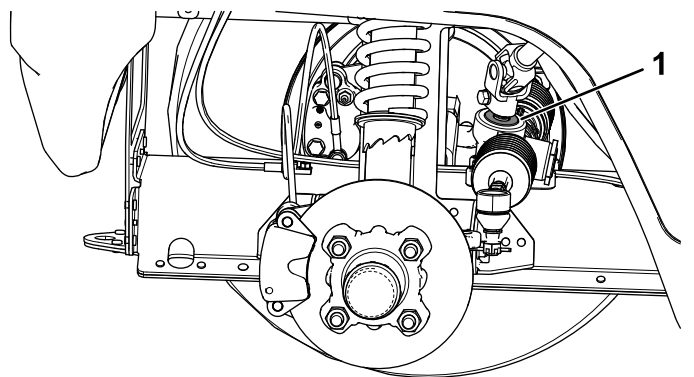

図 45
**重要**ピニオンシャフトのシールの状態と磨耗程度を点検する 図 45。